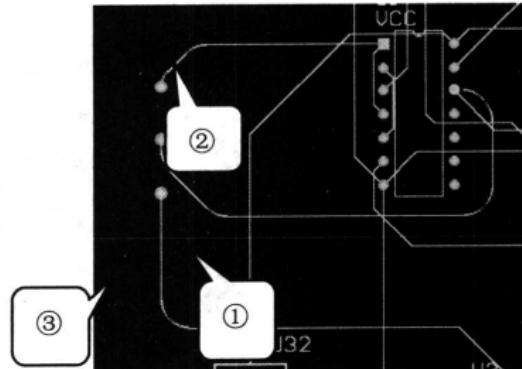

图 10-137 增加的电源/地的输入端和信号输出端效果图
- (7) 按照同样的方法，分别设置信号的输出端和地线的输入端，结果如图 10-137 所示。图 10-137 中①为电源输入端，②为地线输入端，③为信号输入端。